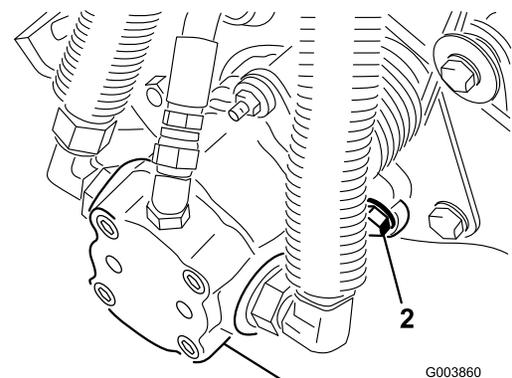

Figura 10
7. Montate i dadi di montaggio del motore principale del cilindro su ogni elemento di taglio (Figura 10). Lasciate sporgere 1,25 cm circa di filetto dei prigionieri di montaggio.